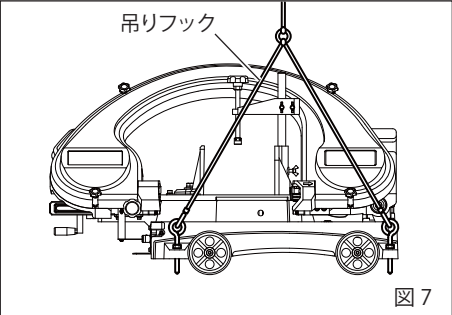

図 7
1. 吊り上げ (図 7)
本機を吊り上げる場合はクレーン等で行ってください。人力で持ち上げないでください。吊り上げには吊りフックを使用し、ベースの 4 箇所のアイボルトの穴に掛けてください。また、本機がほぼ水平な状態になるように吊ってください。吊りフックを掛ける前にアイボルトが雌ねじに貫通しているかを確認してください。吊りフックは決してアイボルト以外の部分に掛けしないでください。(図 7)